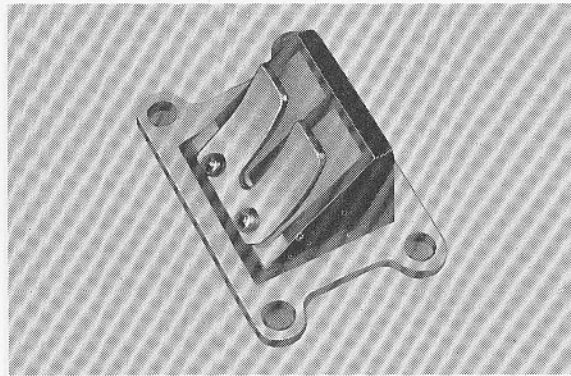

Fig. 4-3-4
3. Inspect reed petals for signs of fatigue cracks. Reed petals should fit flush or nearly flush against neoprene seats. If in doubt as to sealing ability, apply suction to carburetor side of assembly. Leakage should be slight to moderate. (Fig. 4-3-4)
- a. Remove Phillips screws (2) securing stopper plate and reed to reed block. Handle reed carefully. Avoid scratches and do not bend.
3. Inspecter les éléments de lames pour les indices de craquelures et de fatigue. Les éléments de lames doivent être à raz ou presque à raz des sièges de néoprène. En cas de doute d'étanchéité, appliquer l'aspiration du côté carburateur de l'assemblage. La fuite doit être légère à modérée. (fig. 4-3-4)